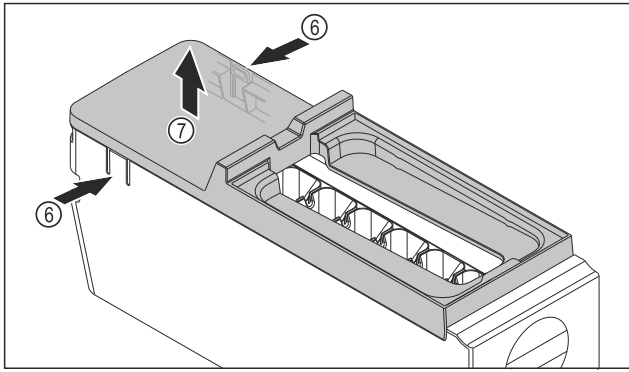

Fig. 184
- ▶ Afdekking van de EasyTwist-Ice-corpus wegnemen: Strips Fig. 184 (6) aan beide zijden van de EasyTwist-Ice-corpus met een hand indrukken.
- ▶ Afdekking Fig. 184 (7) met de andere hand van bovenaf wegnemen.